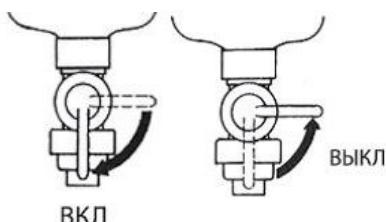

Рис. 3.1
- Поверните рычаг топливного клапана в положение «ВКЛ» (**рис. 3.1**).
3. Поверните рычаг топливного клапана в положение «ВЫКЛ» (**рис. 3.1**).
1. Переведите рычаг топливного клапана в положение «ВЫКЛ» (**рис. 3.1**).
- 2.1. Переведите рычаг топливного крана в положение «ВЫКЛ» (**рис. 3.1**).